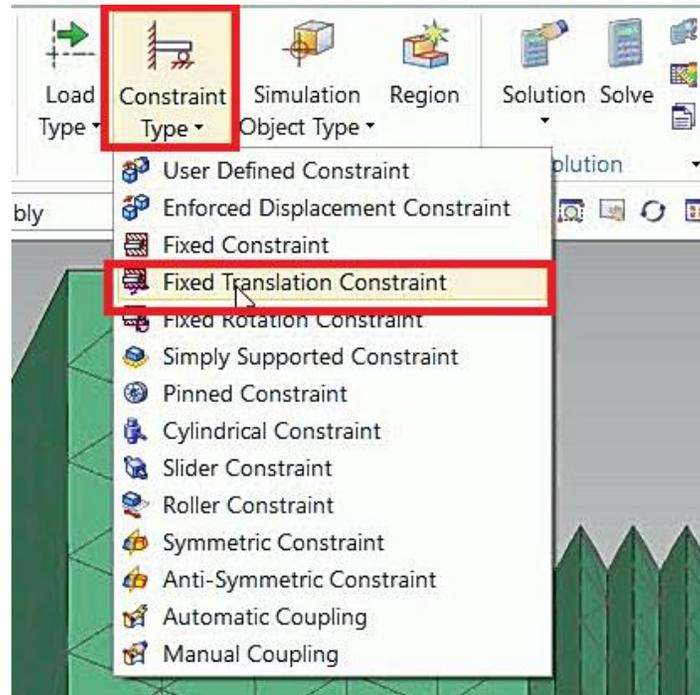

Figura 5.31 Menú Constraint Type.
- En el menú superior, en la sección de **Loads and Conditions**, elegimos **Constraint Type** y en el submenú **Fixed Translation Constraint** (Figura 5.31).